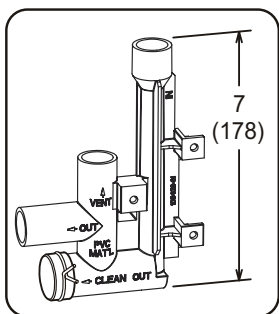

FIGURE 47
- 4 - Installer le purgeur à l'aide des raccords PVC appropriés et sceller tous les joints. Coller le purgeur fourni comme illustré à la FIGURE 47. Acheminer le conduit de condensat jusqu'à un drain ouvert. La conduite de condensat doit maintenir une pente descendante de 1/4" entre l'appareil et le drain.